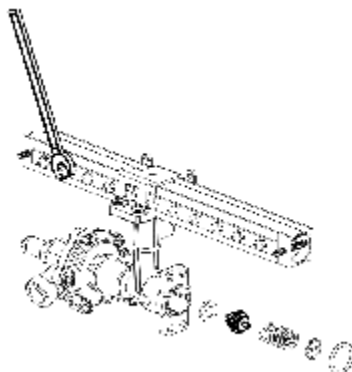

Рисунок 14
2.7.8 Замените регулирующий клапан подачи газа на пружинном узле расположенном между гидравлическим и газовым блоком (уделяя внимание направлению установки и соответствующего положения) и замените сопла на коллекторе горелки и сопло в пилотной горелке. Сборка осуществляется в обратной последовательности разборки (рисунок 14).